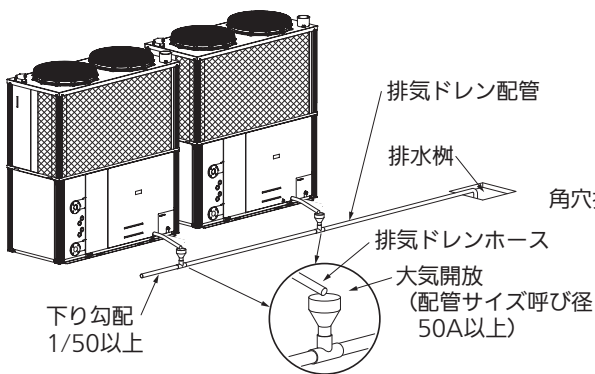

図 8：排気ドレンを排水桝に接続する場合
- ユニットの排気ドレンをふたのある排水桝、溝等に接続する場合や、同一箇所に排出する場合は、図 8 のように排気ドレン中の排気ガスを大気に放出する配管仕様にする（受側配管の口径は、呼び径 50A 以上とする）
- ドレン配管は 1/50 以上の下り勾配とし、口径を縮管しないでください（図 8、9）。また、配管の途中にトラップや山越えを作らないようにしてください。